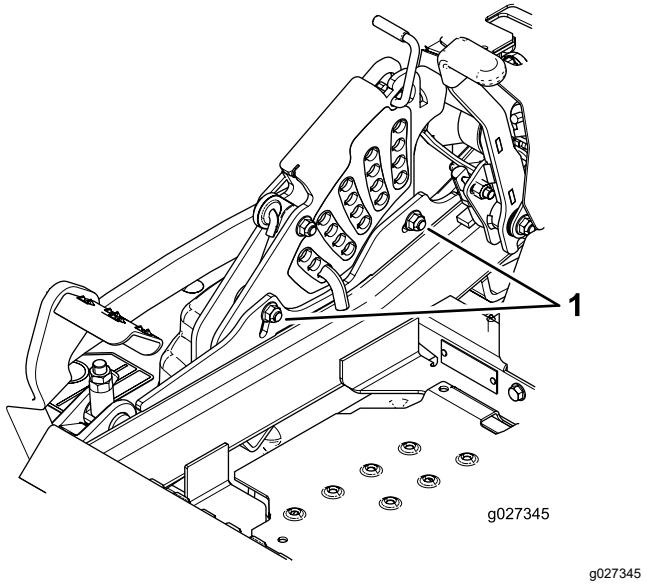

Figura 100
11. Para ajustar el sistema de ajuste de un solo punto, afloje los 2 pernos situados cerca del borde inferior de la pletina de altura de corte (Figura 100).
13. Apriete los 2 pernos en el borde inferior de la pletina de altura de corte (Figura 100).